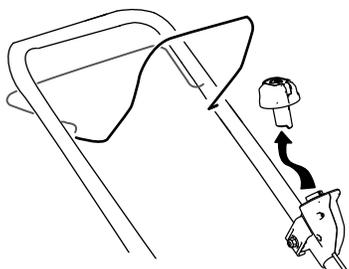

Figura 18
- Retire el botón de arranque eléctrico (Figura 18).